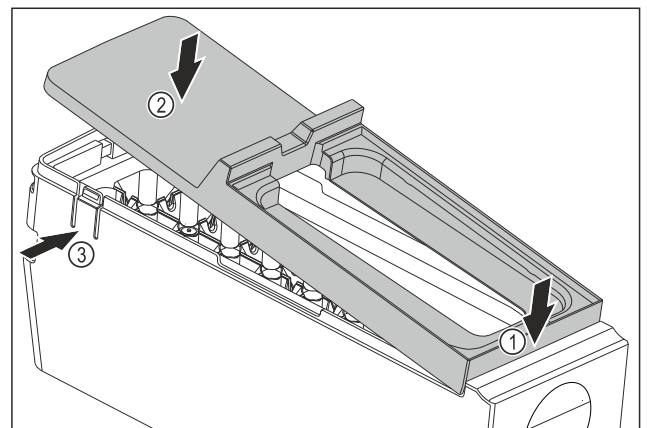

Fig. 109
- ▶ Abdeckung des EasyTwist-Ice-Korpus montieren: Abdeckung vorne ansetzen. Fig. 109 (1)
- ▶ Abdeckung hinten absenken. Fig. 109 (2)
- ▷ Abdeckung rastet hörbar in beiden Laschen Fig. 109 (3) ein.